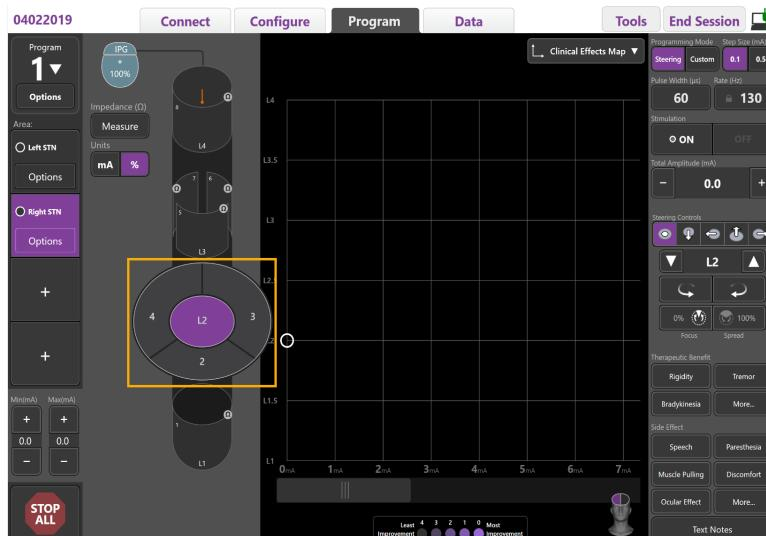

Figura 8. Seletor de contato direcional
2. Selecione um Contato para designá-lo como catodo. Você pode criar uma propagação de corrente equivalente ao longo de um Nível de Contatos ("modo de anel") selecionando qualquer lugar dentro desse Nível e, em seguida, selecionando o botão central. Para designar um segmento direcional único como o catodo, selecione qualquer lugar dentro desse Nível e, em seguida, selecione o botão correspondente (Figura 8).